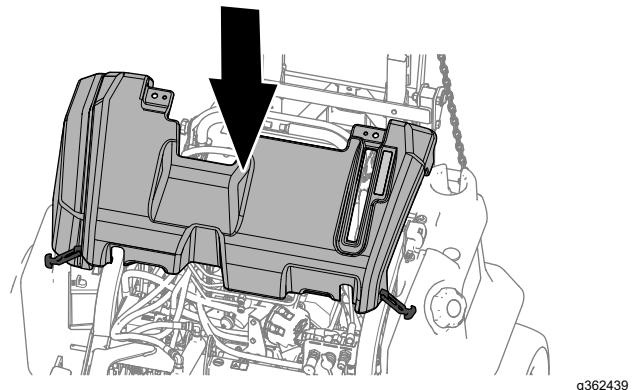

Figura 65
1. Baje el capó sobre la máquina (Figura 65).